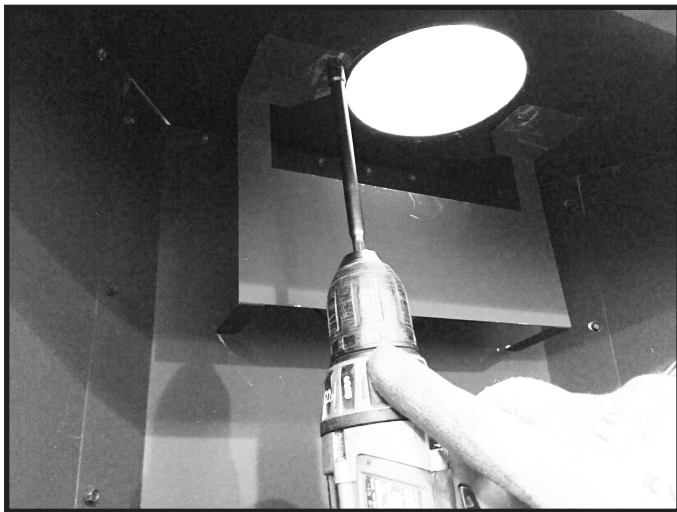

Figure 4.14 Retrait de la protection de conduit
- Enlevez les vis attachant la protection du conduit au dessus de la boîte à feu. Voir la Figure 4.14